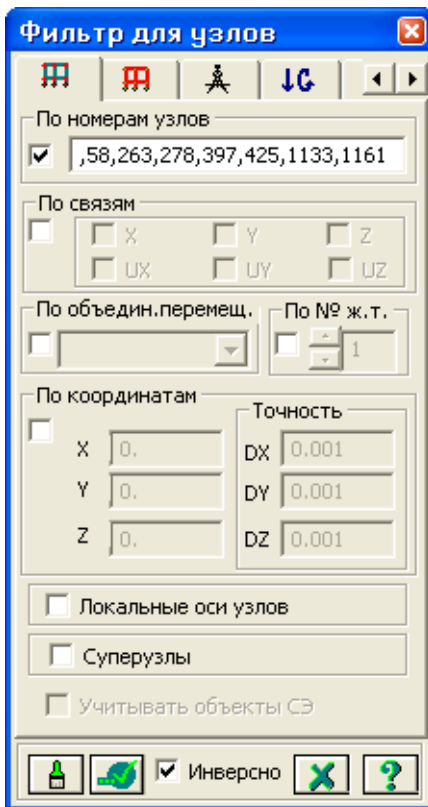

Рис.9.11. Диалоговое окно **Фильтр для узлов**
- В этом окне при активной закладке **Фильтр для узлов** установите флажок **По номерам узлов** и в соответствующем поле через запятую или пробел введите следующие номера узлов 43, 58, 263, 278, 397, 425, 1133, 1161 (рис.9.11).